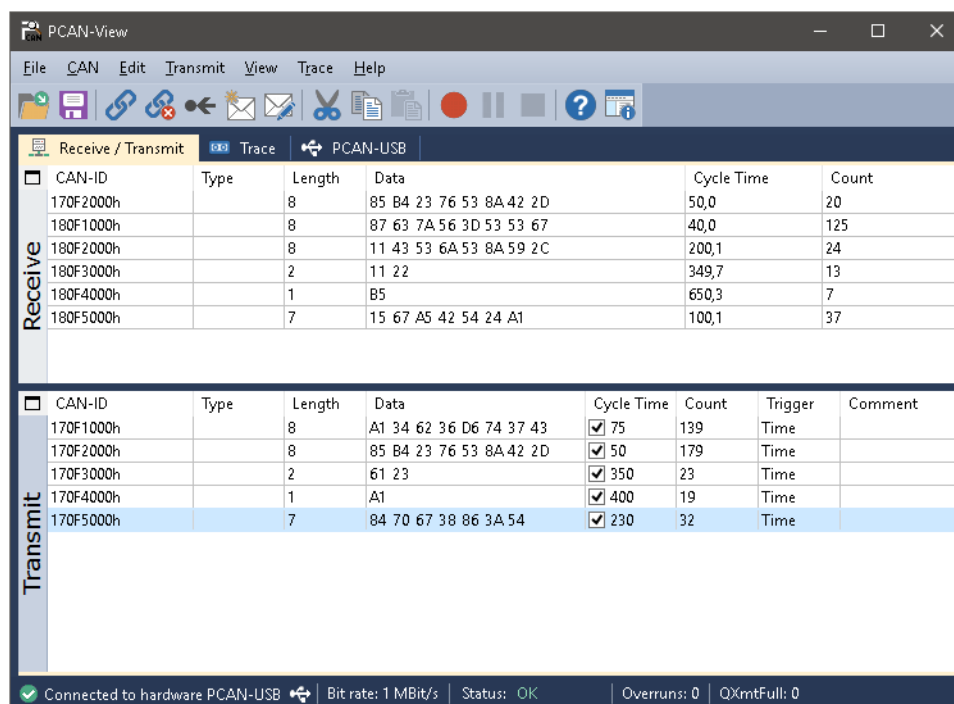

図 11 : Receive/Transmit tab
6. ダイアログボックスの設定を **OK** で確認します。PCAN-View のメインウィンドウが表示されます（図 11 を参照）。